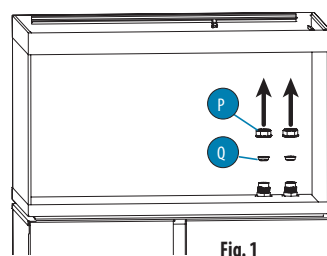
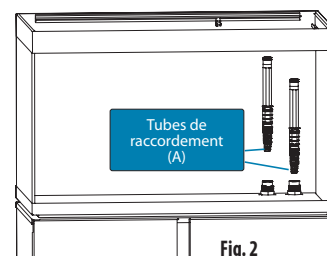

Fig. 1
Fig. 2
- Dévisser manuellement le bouchon (P) et retirer le bouchon (Q) de l'ouverture (O) (Fig. 1).
**IMPORTANT : Conserver les bouchons (P) et (Q) pour l'usage ultérieur.**
- Glisser l'un des tubes de raccordement (A) entièrement dans l'ouverture (O) jusqu'à ce qu'il s'arrête (Fig. 2).
- Dévisser manuellement le bouchon (P) et retirer le bouchon (Q) de l'ouverture (I) (Fig. 1).
- Glisser le second tube de raccordement (A) entièrement dans l'ouverture (I) jusqu'à ce qu'il s'arrête (Fig. 2).